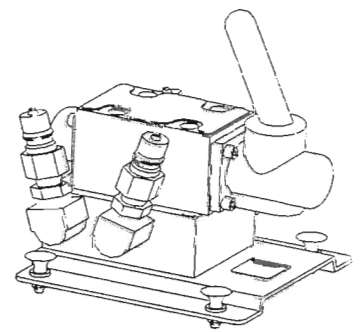

Figura 1-27. Posiciones de la palanca de la válvula direccional.
- ☐ 16. Retracte el vástago del cilindro, moviendo la palanca de la válvula direccional hacia afuera del cuerpo de la válvula, como se muestra en la Figura 1-27. Mantenga la palanca movida hasta que el vástago esté completamente retractado, después, libérela. ¿Qué le sucede a la fuente de alimentación hidráulica?